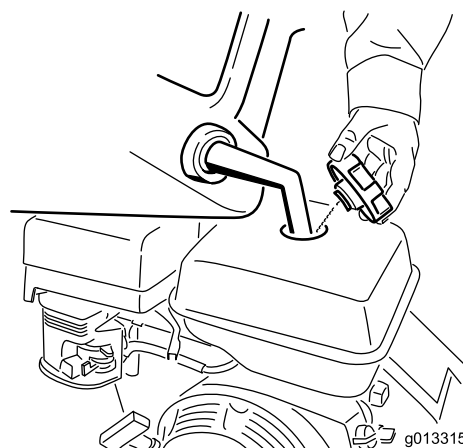

Figura 11
3. Pulite intorno al tappo del serbatoio carburante e toglietelo. Figura 11